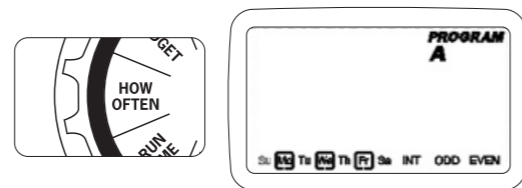

図11
- ・ダイヤルを[HOW OFTEN]に合わせる。(図11)